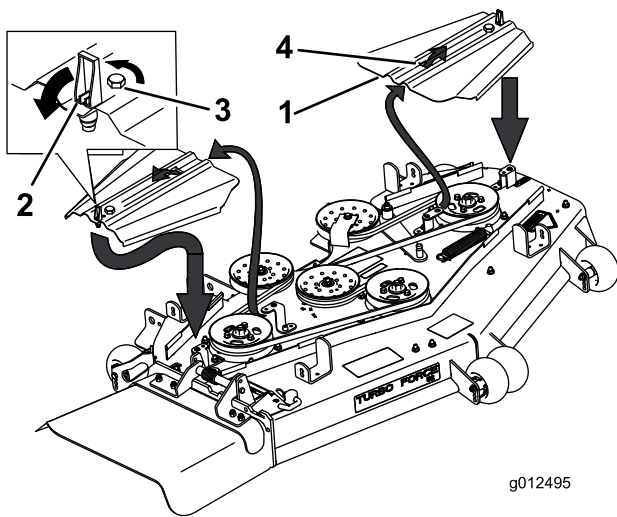

Bild 67
5. Entfernen Sie die Riemenabdeckungen und die Schrauben (Bild 67).
- Setzen Sie die Riemenführungen ein, indem Sie die Abdeckung in die Lasche schieben, ziehen Sie die Schrauben an und schließen Sie die Riegel (Bild 67).